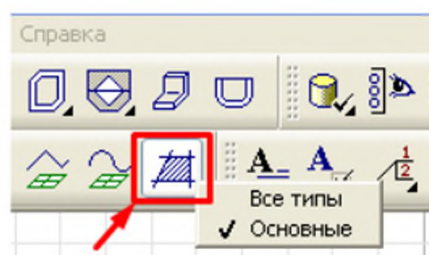

Рис. 6.14
2. Нажать и удерживать кнопку **Штриховка области** (рис. 6.14). В появившемся дополнительном меню для штриховки области, ограниченной основными линиями, необходимо выбрать пункт **Основные**.